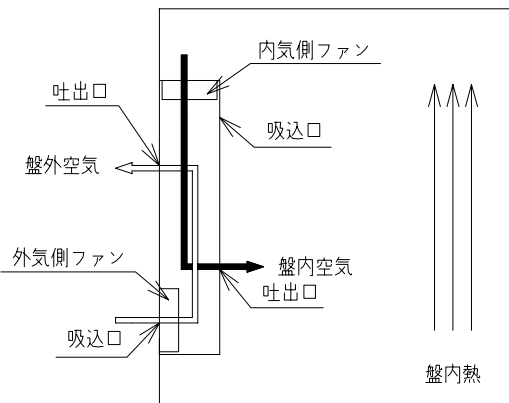

図7
- ・電源は必ず御使用の電圧に合わせ、短絡片を図7の通りに接続してください。
- ・盤外取付タイプを取付けた時は付属の警告 (電源配線・感電注意) 表示ラベル (図7) を端子台の近くで目立つ位置に貼り付けてください。
(6) シーリング処理